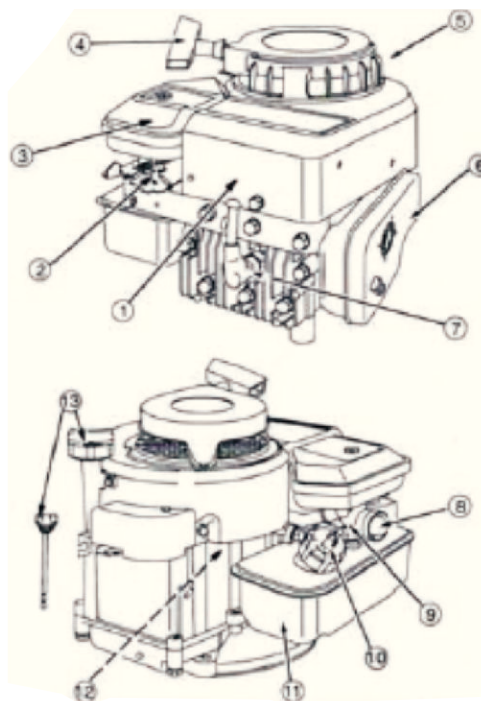

рис. 3
Основным элементом газонокосилки является 4-х тактный двигатель внутреннего сгорания (1), с вертикальной осью коленвала и его основные части: (2) - рычаг дросселя; (3) - фильтр воздушный; (4) - стартер ручной; (5) - ограждение; (6) - глушитель; (7) - свеча зажигания; (8) - кнопка топливного насоса; (9) - карбюратор; (10) - пробка бензобака; (11) - бензобак; (12) - корпус двигателя; (13) – маслосливная горловина. см. рис. 3.